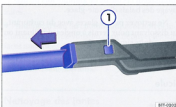

Fig. 133 Remplacement des balais d'essuie-glace avant.
- Maintenez la touche de déverrouillage ⇒ fig. 133 ○ enfoncée et retirez simultanément le balai d'essuie-glace dans le sens de la flèche.